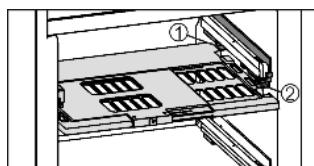

Fig. 13
- ▶ Установка пластины регулировки влажности: попреречные ребра крышки на пластине вставить через низ в задний держатель Fig. 13 (1) и защелкнуть спереди на держателе Fig. 13 (2).